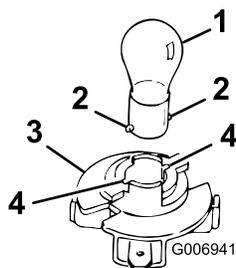

Figura 45
3. Ruotate il portalampada di 1/4 di giro in senso orario e toglietelo dal riflettore (Figura 45).
4. Premete la lampada e giratela in senso antiorario finché non si ferma (circa 1/4 di giro), quindi toglietela dal portalampada (Figura 45).
2. Inserite la base nel portalampada (Figura 45).